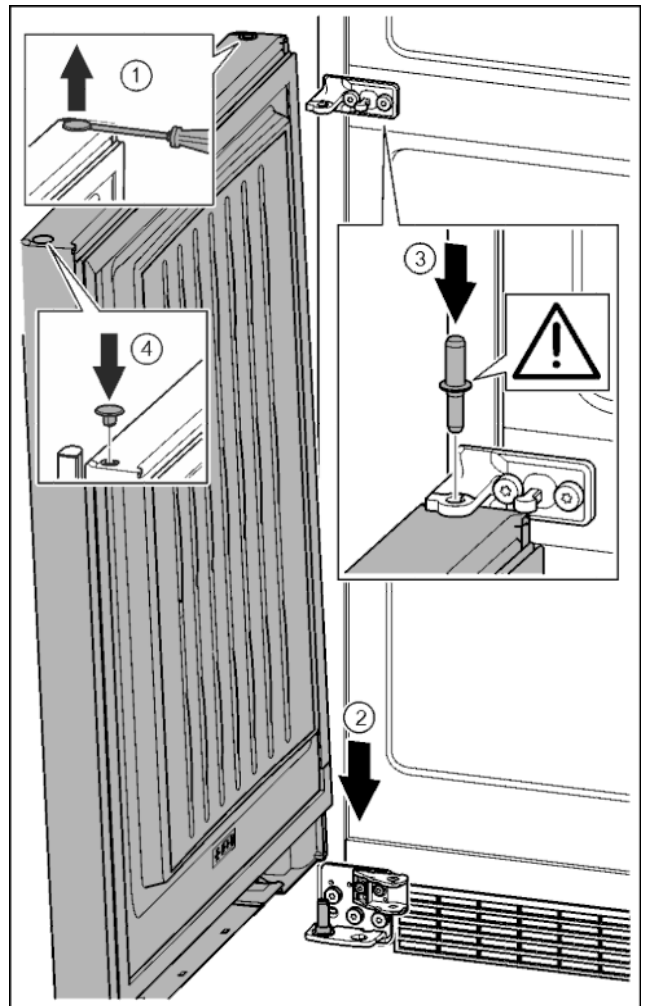

Fig. 36
- ▶ Stopfen vorsichtig mit einem Schlitzschraubendreher anheben und herausziehen. Fig. 36 (1)
- ▶ Tür von oben auf den unteren Lagerbolzen aufsetzen. *Fig. 36 (2)*
- ▶ Lagerbolzen Mitte durch Lagerbock Mitte in die untere Tür einsetzen. Dabei darauf achten, dass der Rastnocken nach hinten zeigt. *Fig. 36 (3)*
- ▶ Stopfen auf der anderen Türseite wieder einsetzen. *Fig. 36 (4)*